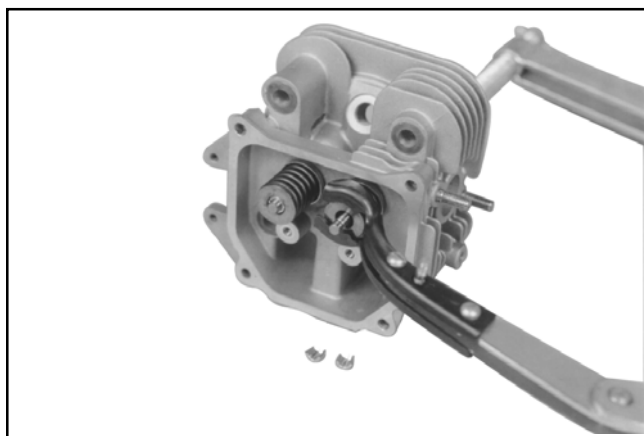

Figura 9-40. Rimozione delle valvole con il compressore per molle delle valvole.
2. Comprimerle le molle delle valvole con un apposito compressore. Vedere Figura 9-40.